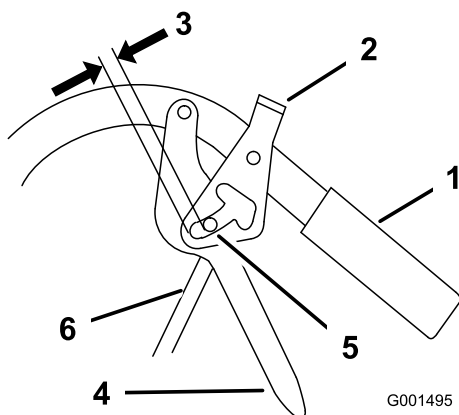

Figure 51
4. Vissez ou dévissez la tige de commande pour en régler la longueur afin d'obtenir un écartement de 5 à 6 mm (3/16 à 1/4 po) entre la tige et le bas du verrou de point mort/frein de stationnement (Figure 51).
Fixez la tige avec un axe de chape et une goupille fendue (Figure 51).